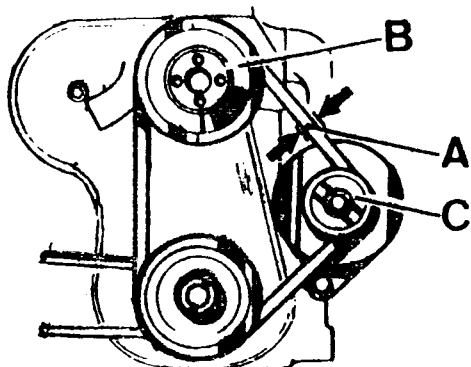

Fig. A3-65 Montaje de la correa de accionamiento del alternador y bomba de agua
- 3.6. Montar el ventilador (ver Tarea A3-12) e instalar la correa de accionamiento tensándola con el alternador de forma que le quede un juego libre, A, de 10 a 12 mm (Fig. A3-65).